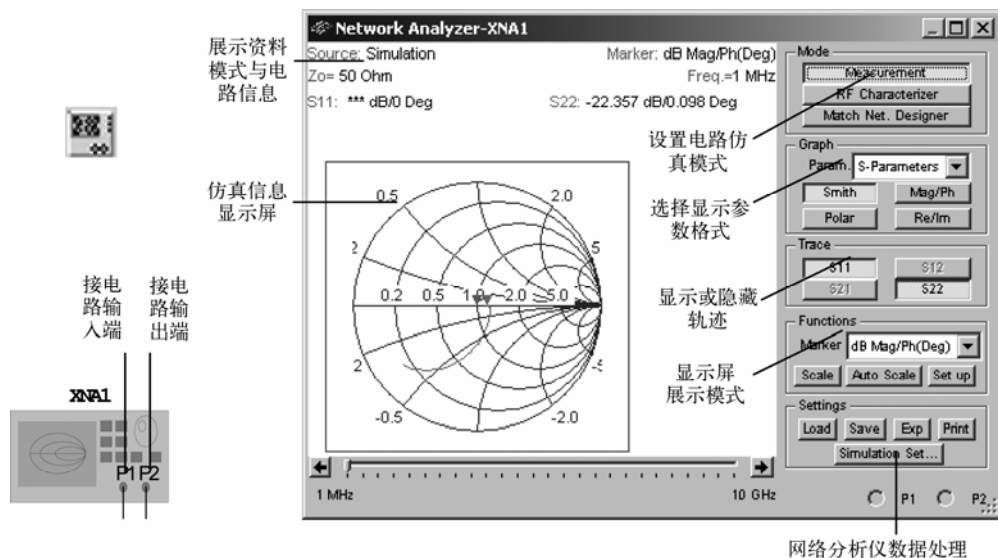

图 5-89 网络分析仪图标、接线符号、面板
网络分析仪是用来测量电路散射参数 (Scattering 或简称 S-Parameters) 的仪器, 一般用于描述电路在高频工作时的特征。NI Multisim10 中网络分析仪除了测量 S (Scattering parameters) 参数外, 还可用来计算 H、Y、Z 参数。理想条件下, 衰减器、放大器、混频器和功率分配器等电路可被看做双端口网络。为正确使用网络分析仪, 电路必须断开其输入端口和输出端口。在仿真的过程中, 网络分析仪通过接入它的子电路完成电路的分析, 因此, 在执行其他的分析和仿真前必须将其他的子电路移去。仿真时网络分析仪会自动进行交流分析。首先对输入端口作交流分析以便计算前项 S_{11} 和 S_{21} 参数, 然后对输出端口作交流分析以便计算反相 S_{22} 和 S_{12} 参数, 基于这些参数, 利用网络分析仪可以作更进一步的分析。网络分析仪的图标、接线符号、面板, 如图 5-89 所示。
- 3) dB Mag/Ph (幅度/相位) 显示模式: 以分贝极坐标系模式显示参数, 显示屏上 S_{11} 及 S_{22} 参数以分贝极坐标系模式显示。如图 5-89 所示显示屏上部的电路信息展示模式为分贝极坐标系模式。